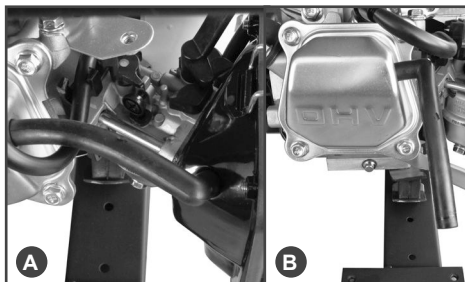

Рис. 12 Трубка сапуна
2. Отсоедините трубку сапуна (вентиляции картера) от крышки клапанов двигателя и корпуса воздушного фильтра (Рис. 12А).
3. Вставьте трубку сапуна коротким концом в отверстие в крышке клапанов двигателя, а свободный длинный конец трубки направьте вниз (Рис. 12В). Отверстие в корпусе воздушного фильтра необходимо заглушить.